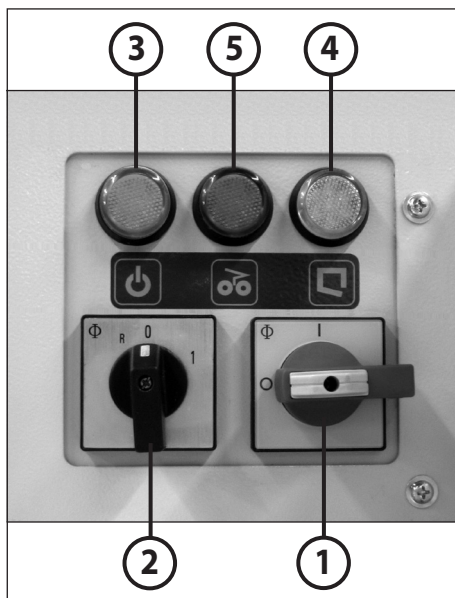

fig. 11
- Ligar o interruptor principal (1) (fig. 11) (posição "1").
- Pôr o interruptor giratório (2) na posição "1" (fig. 11).
ELEMENTOS DE MANEJO DA TRITURADORA**ELEMENTOS DE MANEJO (fig. 11):**